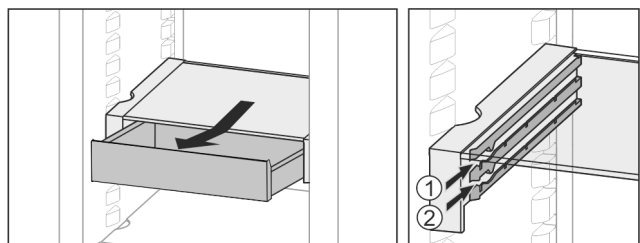

Fig. 20
- L'insérer à n'importe quelle hauteur Fig. 20 (1) ou Fig. 20 (2).